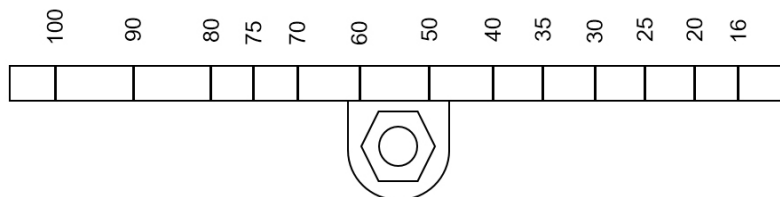

Fig. 31 Braccio AEL7 (8 kN+)
- Allentare il dado di bloccaggio del dispositivo di scorrimento (10 mm A/F) e spostare con cautela il dispositivo di scorrimento fino alla corsa richiesta come indicato sul braccio (Fig. 31)